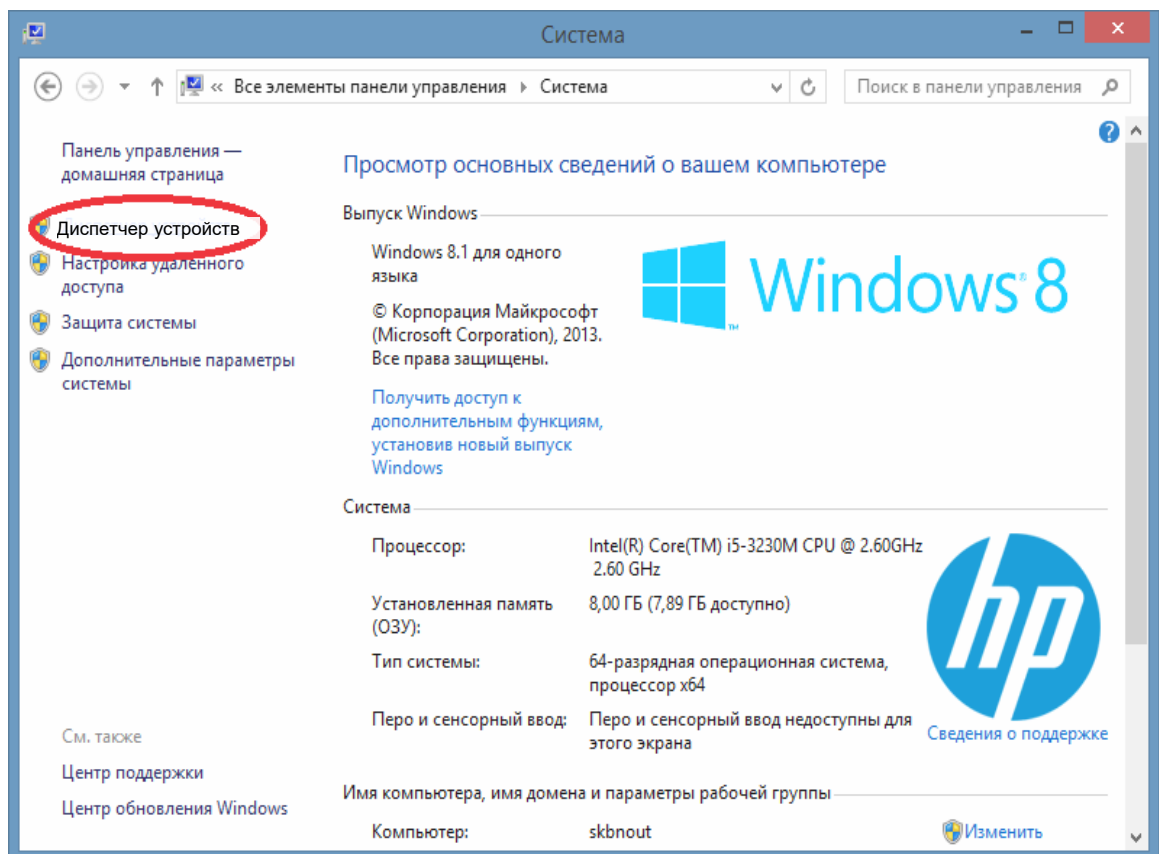

Рисунок 6
2) В окне «Система» выбрать пункт «Диспетчер устройств» (рисунок 6);